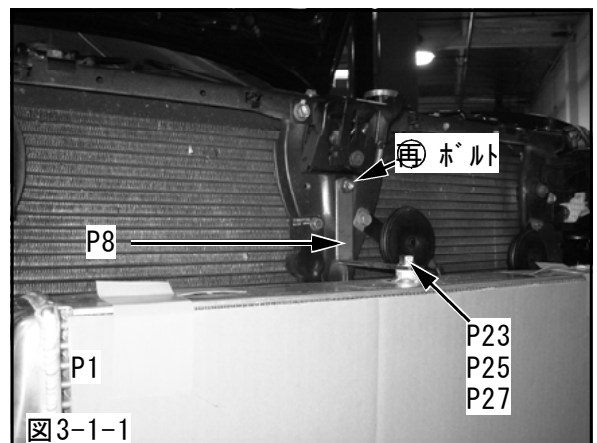

図3-1-1
(1) インタークーラコアを車両に仮付けしてください。この時、インタークーラステーNo.1の先の丸い方がインタークーラコア側になるように取付けてください。(図3-1-1)